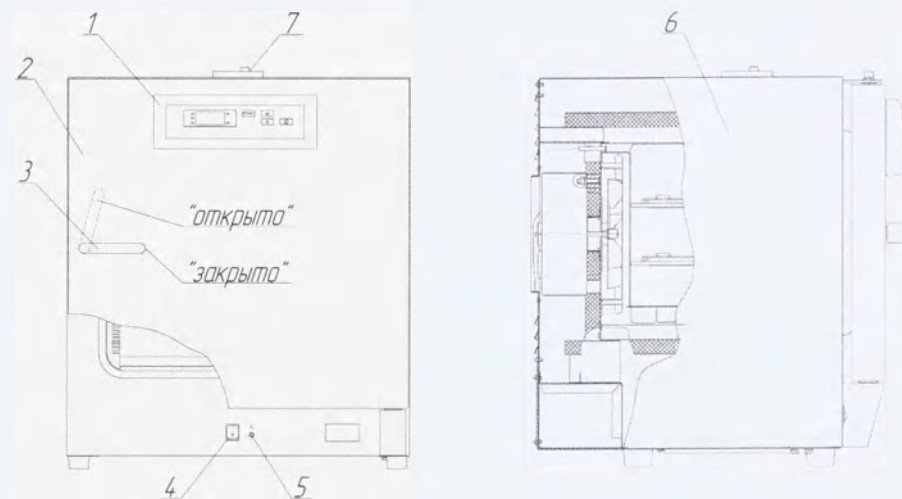

Рисунок 1. Общий вид.
Установить выключатель (поз. 4, рис. 1) в положение "I". На блоке управления загорится индикатор (поз. 7, рис. 2), информационное табло (поз. 10, рис. 2) отображает текущую температуру в стерилизационной камере.
2.3.2 Установить выключатель (поз. 4, рис. 1) в положение " I ". На блоке управления загорится индикатор (поз. 7, рис. 2), информационное табло (поз.10, рис. 2) показывает текущую температуру в стерилизационной камере.
2.3.11 По окончании работы установить сетевой выключатель в положение "О" (поз. 4, рис. 1).